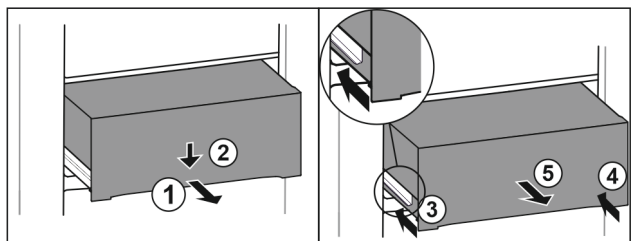

Fig. 110
- Træk skuffen halvt ud. *Fig. 110 (1)*
- Tryk skuffen ned på forsiden. *Fig. 110 (2)*
- Skub venstre skinne ca. 2 cm ind. *Fig. 110 (3)*
- Skub højre skinne ca. 2 cm ind. *Fig. 110 (4)*
- Tag skuffen ud fremefter. *Fig. 110 (5)*